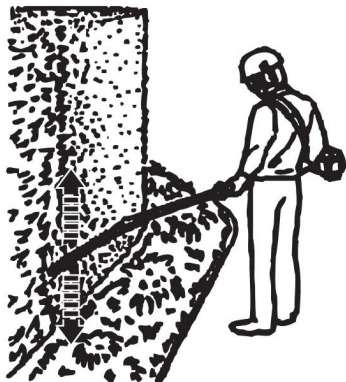

Fig. 59
4. Taglia entrambi i lati dal basso verso l'alto verso l'alto. Ciò eviterà che i residui di taglio cadano nel percorso dell'area ancora da tagliare (Fig. 59).